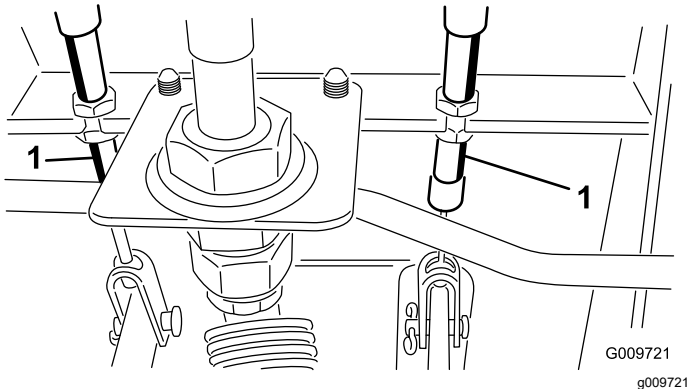

Figura 119
- A. Afloje la tuerca delantera del extremo roscado del cable de freno (Figura 119).